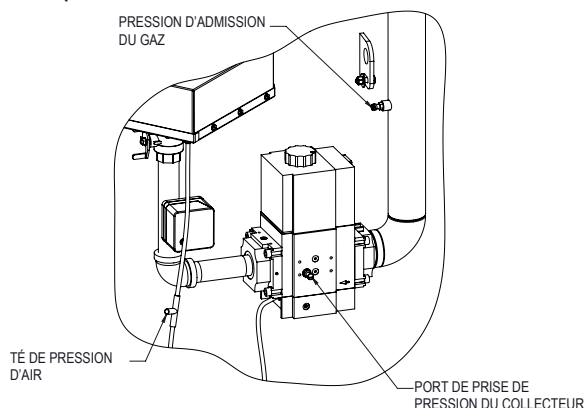

Figure 105. Té de pression d'air
4. Connectez un manomètre gradué de 12 po au tuyau d'aspiration du ventilateur. Retirez le capuchon noir du té de prise de pression d'air, comme indiqué à la **Figure 105** et connectez le manomètre.
1. Mesurez la dépression générée par le ventilateur en raccordant un manomètre au té de pression d'air comme indiqué à la **Figure 105**, à une puissance de chauffe de 100%. La lecture doit être celle indiquée au **Table AH** et au **Table AI** (gaz naturel et propane).